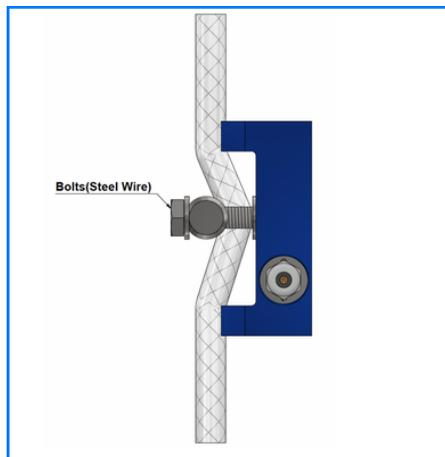

Abbildung 2
2. Ziehen Sie die Schrauben (Steel Wire) fest, bis der Stahldraht die Drahtplatte berührt, wie in Abbildung 2 dargestellt.